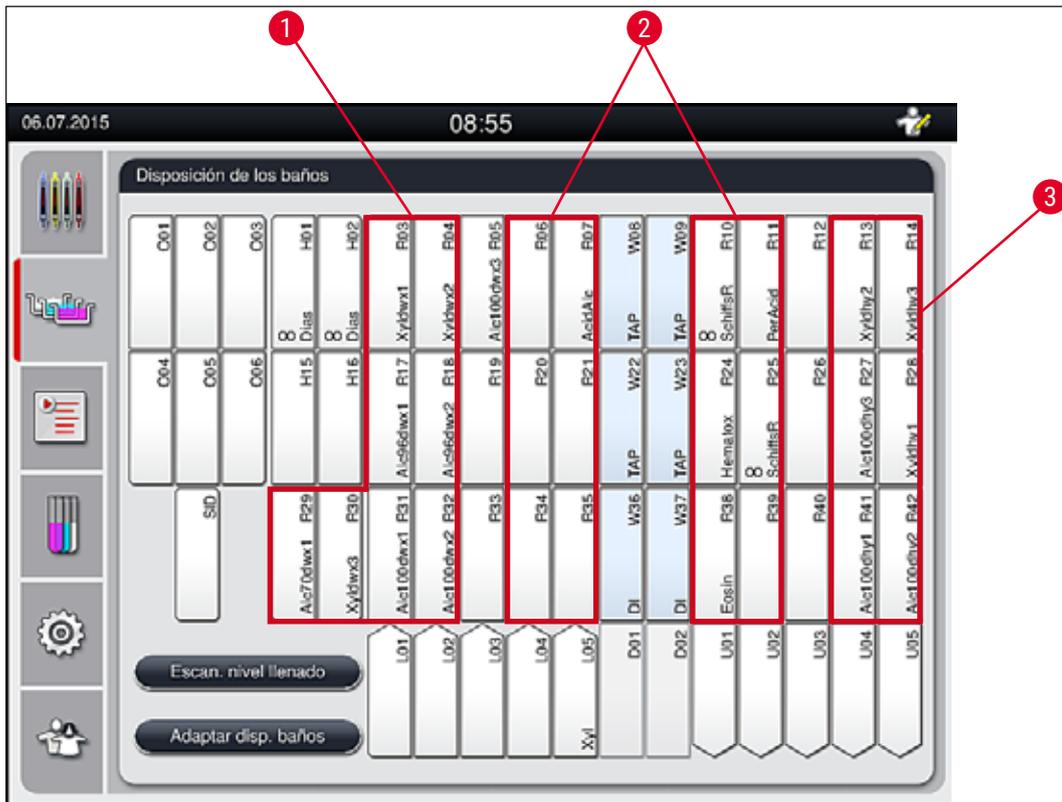

Fig. 39
- Los reactivos de tinción que requieren un paso de agua de enjuague posterior están situados junto a las cubetas de agua de enjuague (→ "Fig. 39").